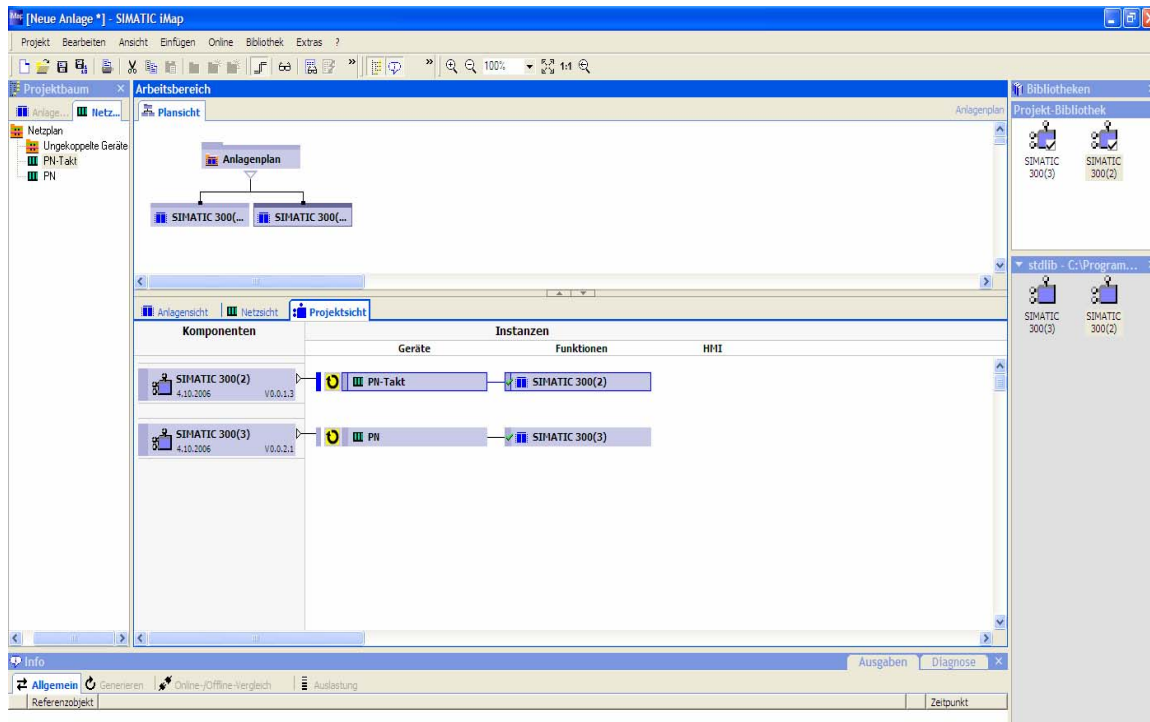

Bild 2.3-12: Einfachste Verschaltung zweier PROFINET-Komponenten mit Simatic iMap.
**Bild 2.3-12** zeigt ein Beispiel der Arbeit mit Simatic iMap. Mit dem Simatic Manager (Step7) wurden fertig konfigurierte Controller und Device verschaltet. Dabei wurde festgelegt, welche Variablen nach außen sichtbar werden sollen. Anschließend werden mit dem Tool iMap die gewünschten Verbindungen angelegt.